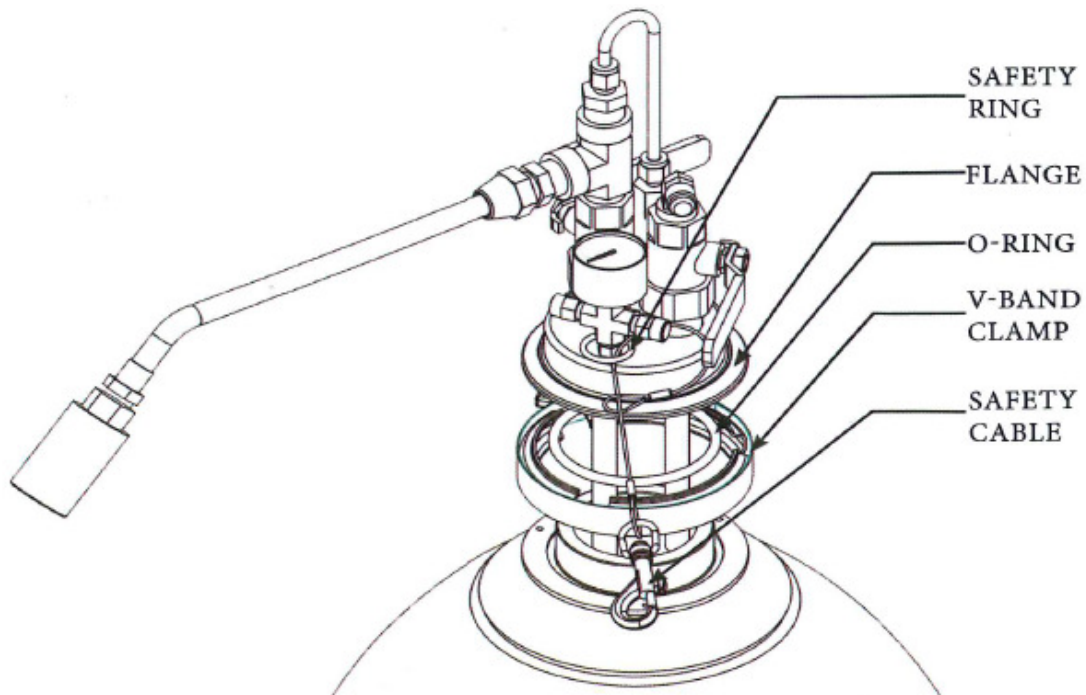

Bild 2: Installation
9. Befestigen Sie den Karabinerhaken des Sicherheitsdrahtseils am Ring der Entnahmevorrichtung (s. Bild 2).